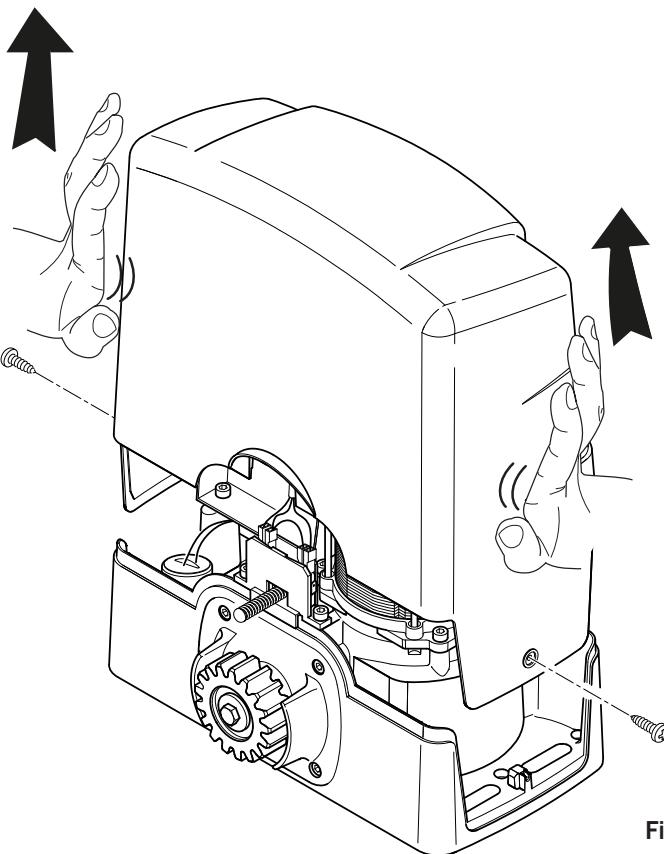

Fig. 1
- Desenrosque os parafusos da tampa e retire-a puxando para cima, conforme indicado na fig. 1. Controle que os seis pés de nivelamento não saiam da base do moto-redutor.
- Per un corretto allineamento e passo tra due pezzi di cremagliera, si consiglia di utilizzare un elemento di raccordo in fase di fissaggio come indicato in fig. 1.
- Pour un alignement et un pas corrects entre deux pièces de crémaillière, il est conseillé d'utiliser un élément de raccord en phase de fixation comme indiqué dans la fig. 1.